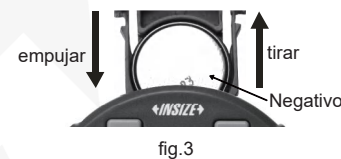

fig.3
3. Al colocar y retirar la pila (CR2032), el polo negativo debe quedar hacia fuera (fig. 3).